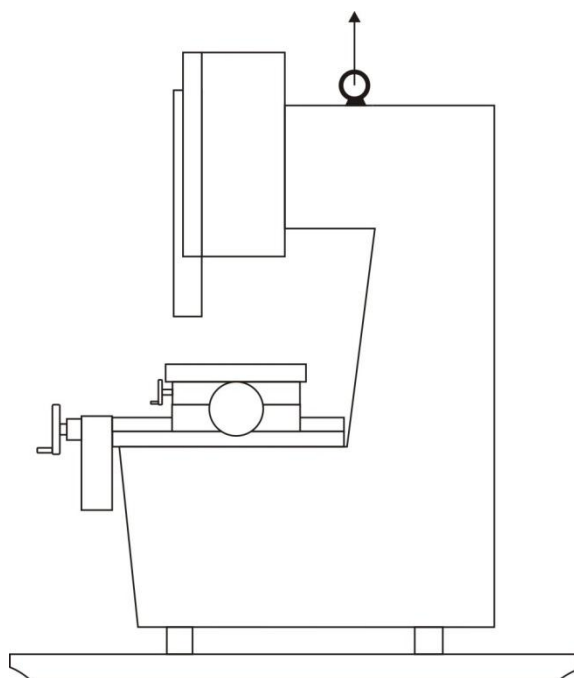

рис. 8
- 3.Машину поднять краном, крюк которого проходит через петлю – рис.8, и удалить поддон снизу.
Распакованную машину перемещать с помощью крана. Крюком крана захватить петлю, находящуюся в верхней части корпуса согласно рис.8.